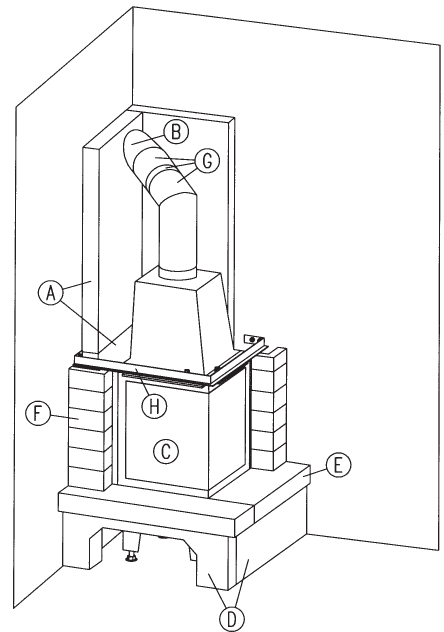

Abb. 7
- 9.3 Zeichnen sie die Bohrlöcher und die Umrisse der Halteplatten des Auflagerahmens an der Wand auf. **(Abb. 7)**